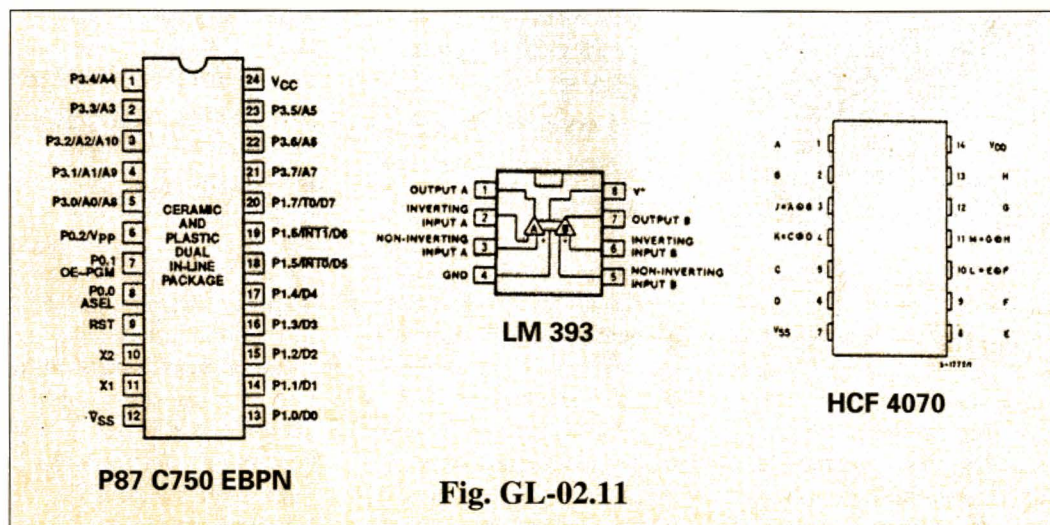

Fig. GL-02.11
– 393 : vraisemblablement LM 393, double comparateur. Voir figure GL-02.11 pour les brochages.